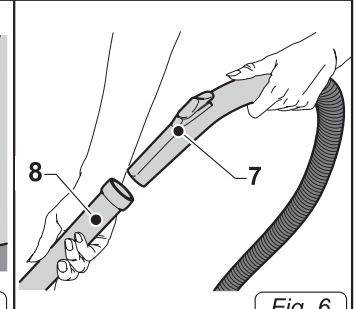

Fig. 6
- Agganciare all'impugnatura ergonomica (7 Fig. 6) del tubo flessibile la prolunga (8 Fig. 6).